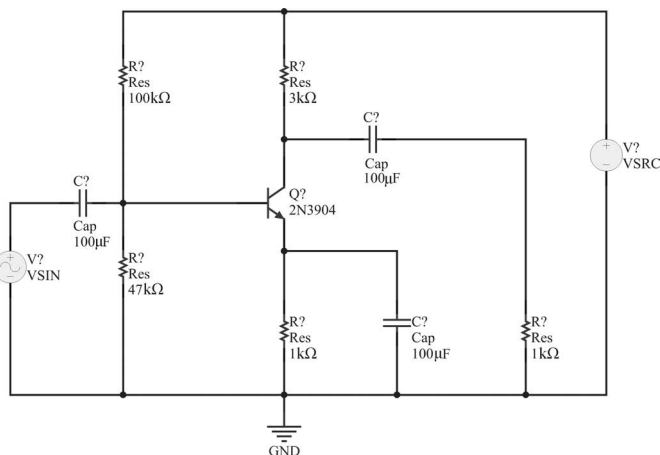

图 3-66 连接电路元器件和信号源
(4) 单击 AD 软件主界面下工具栏内的连线按钮, 将这些元器件和信号源按照图 3-66 所示的方式进行连接。